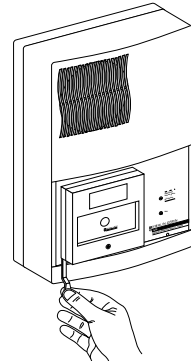

fig. 14
- sollicitez le déclencheur manuel avec la clé d'essai (figure 14)
- retirez la clé d'essai (figure 14)